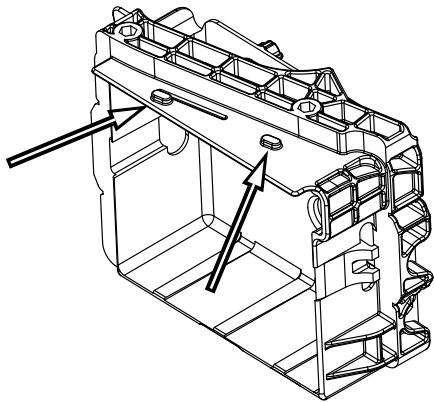

Abbildung 1. Position der Laschen auf der Batterieabdeckung
2. Siehe Abbildung 1. Die Batterieabdeckung über die beiden Laschen auf der Batteriegrundplatte heben und entfernen.